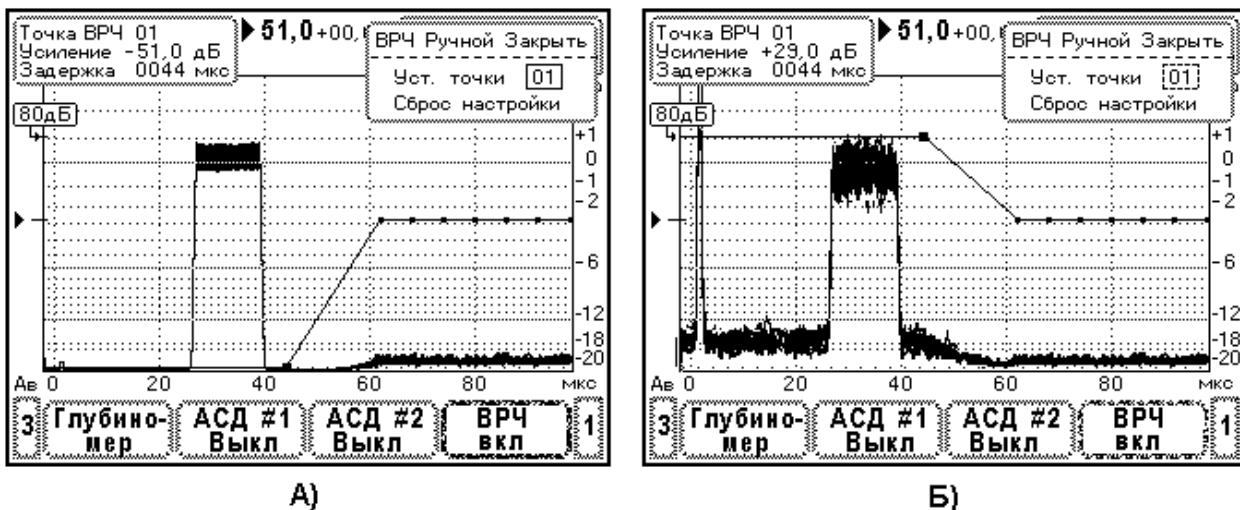

Рис.10.6.8.1. Вид тест-сигнала на экране дефектоскопа при определении динамического диапазона ВРЧ.
3. Включите систему ВРЧ дефектоскопа. В меню «Настройка» - «ВРЧ» в верхнем элементе установите «ВКЛ», затем в нижнем элементе меню выберите стиль ВРЧ «Ручной» и перейдите в режим редактирования кривой ВРЧ. Вид меню показан на Рис.10.6.8.1. Далее удалите действующую настройку ВРЧ путем выбора элемента меню «Сброс настройки». В результате коррекция усиления во всех точках ВРЧ устанавливается в ноль. Точки ВРЧ группируются в пределах экрана прибора. Если необходимо, с помощью образцового аттенюатора проведите подстройку амплитуды тест-сигнала на уровень 0дБ по экрану.
- в точке ВРЧ 01. Затем, изменяя ослабление образцового аттенюатора, установите амплитуду тест-сигнала на уровень 0дБ по экрану. Вид экрана дефектоскопа после выполнения указанных операций представлен на Рис.10.6.8.1.А. Зафиксируйте ослабление образцового аттенюатора Кн [дБ].
5. Определение верхней границы динамического диапазона ВРЧ. Увеличивайте до предела усиление в точке ВРЧ 01. Затем, изменяя ослабление образцового аттенюатора, установите амплитуду тест-сигнала на уровень 0дБ по экрану (Рис.10.6.8.1.Б). Зафиксируйте ослабление образцового аттенюатора Kv [дБ].